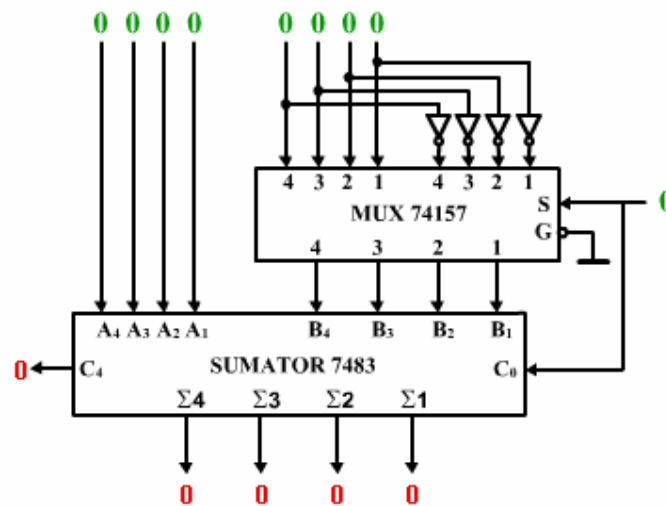

Fig. C7.1 Circuit de adunare / scădere pe 4 biți
unde $(\bar{Q})_2$ este complementul față de 1, iar $[Q]_2$ complementul față de 2 a lui $(Q)_2$. În fig. C7.1 este reprezentat un astfel de circuit care realizează funcția $(\Sigma)_2 = (A)_2 + (B)_2 + C_0$.